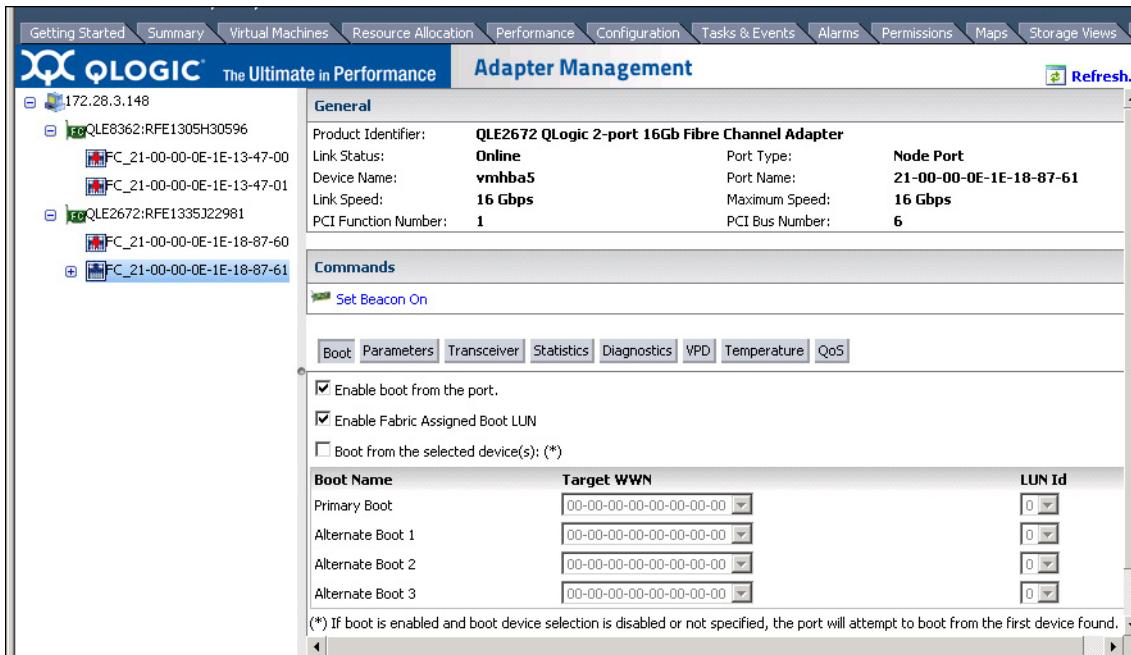

図 3-29. QConvergeConsole VMware vCenter Server Plug-in でのファブリック割り当
4. Boot Device Selection (起動デバイスの選択) ページで、**Enable Fabric Assigned Boot LUN** (ファブリック割り当てのブート LUN を有効にする) チェックボックスを選択します。図 3-29 はその一例です。